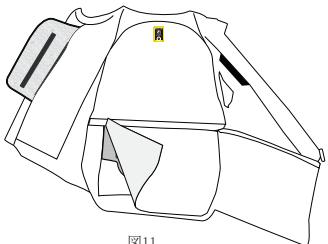

図11
1. ジップとフックとループのパッチを開いて、ベストの内側の開口部にアクセスします（図11）。